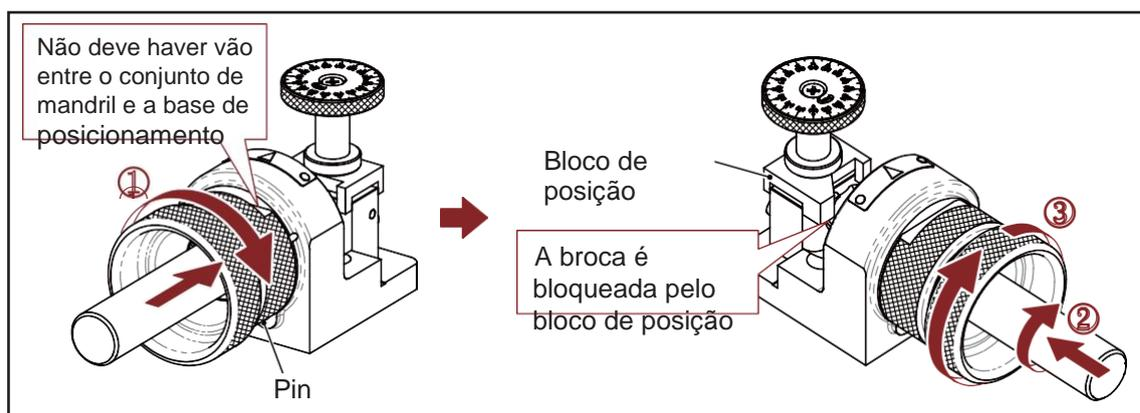

Fig. 7-2
3. Posicionamento da Broca (Fig. 7-2)
- ① Insira o conjunto de mandril na base de posicionamento, alinhe a fenda da porca de aperto com o pino da base de posicionamento, em seguida conecte de maneira próxima, sem qualquer intervalo e gire no sentido horário até o fim.
- ② Empurre a broca até o fim e gire-a no sentido horário até que seja bloqueada pelo bloco de posição.
- ③ Gire o suporte do colar no sentido horário e aperte de leve o conjunto de mandril.
- ④ Gire o conjunto de mandril no sentido anti-horário e retire-o suavemente.
- ① Verifique o gume cortante da broca para ver se há cavacos/cinzas de ferro - limpe a broca.
- ② Verifique a escala da base de posicionamento. (Consulte o Capítulo “VII. O Uso da Base de Posicionamento”)
- ③ Verifique o diâmetro de uma broca e ajuste a escala de acordo com ele. (Consulte o Capítulo “VII. O Uso da Base de Posicionamento”)
- ④ Verifique o bloco de posição na base de posicionamento; se estiver danificado, entre em contato com seu agente para substituição.
- ⑤ Ao ajustar a posição de comprimento, certifique-se de que o conjunto de mandril se conecte firmemente à base sem vão. (Veja a página 11 da Fig. 7-2)